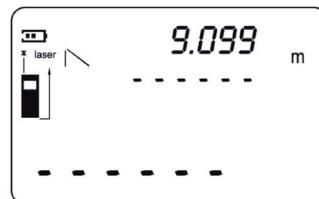

Abb. 17
5. Die Read-Taste betätigen, um die gemessene Länge AB in der ersten Zeile des Displays anzuzeigen (Abb. 17).